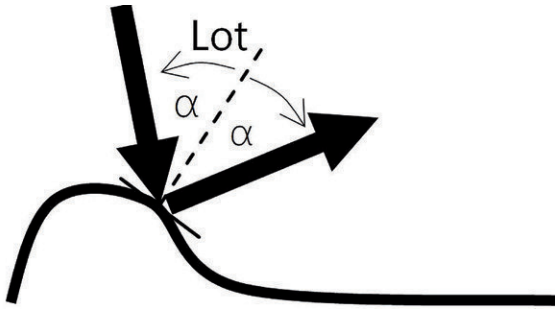

Abb. 2: Gerichtete Reflexion an einer gekrümmten Oberfläche; die Tangentialebene an der Fläche ist eingezeichnet; © A. Donges
- Das Reflexionsgesetz gilt auch bei gekrümmten glatten Reflexionsflächen (Abb. 2).